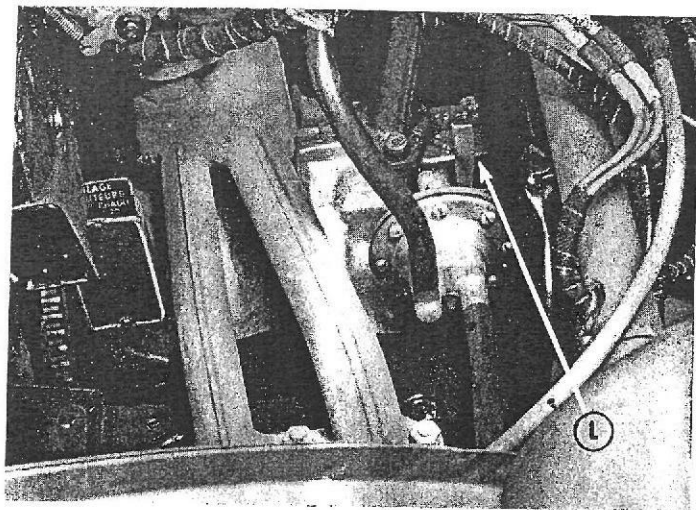

FIG. 8
Après un arrêt de quelques jours, ou si vous avez épuisé un de vos réservoirs puis refait le plein, n'oubliez pas d'amorcer la pompe. Pour cela manœuvrer le levier (L), fig. 8.